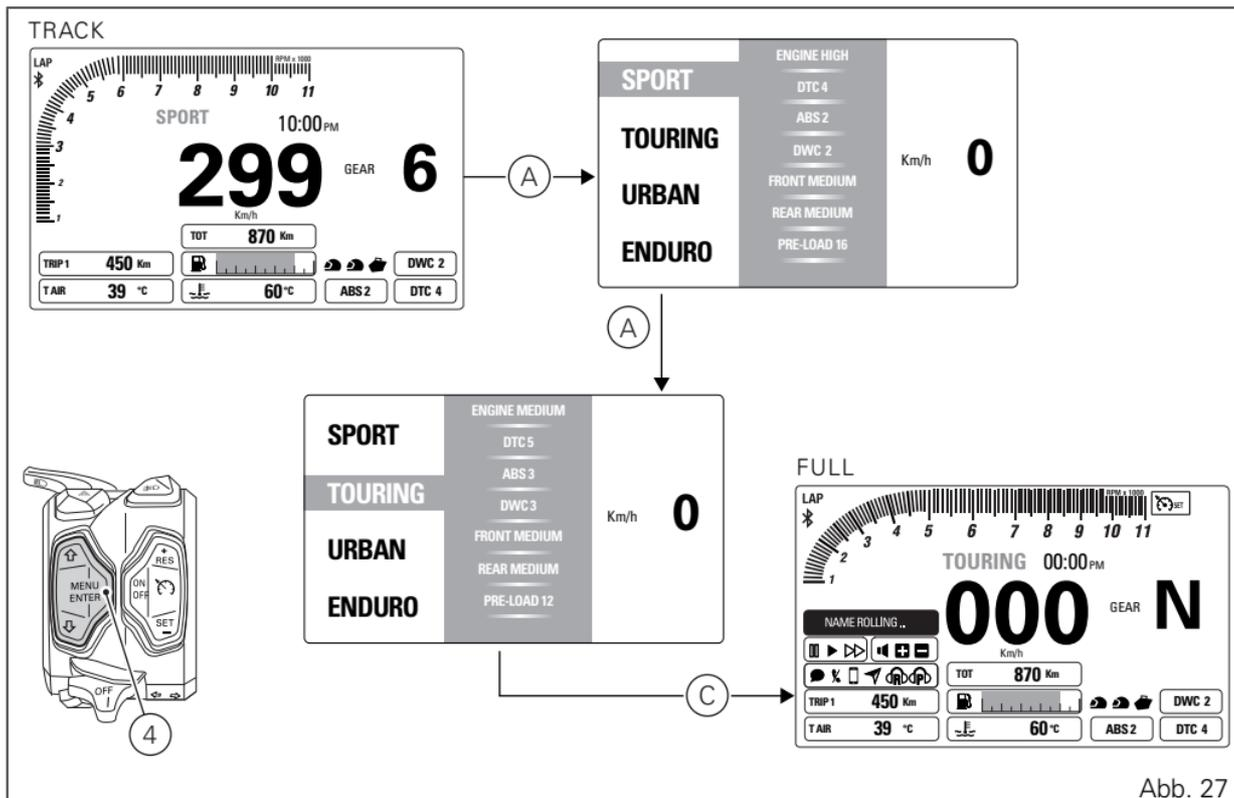

Abb. 27
Wurde der gewünschte Riding Mode (A, Abb. 27) markiert, muss er durch zwei Sekunden langes Drücken der Taste MENÜ BESTÄTIGEN (4) bestätigt werden: Der Wechsel des Riding Modes wird gespeichert und die Standard-Anzeige (C, Abb. 27) des gewählten Riding Modes wird aktiviert. Wurde der gewünschte Riding Mode markiert und die Taste MENÜ BESTÄTIGEN (4) nicht innerhalb von 5 Sekunden gedrückt, erfolgt kein Wechsel des Riding Modes und die Standard-Anzeige wird erneut aktiviert.